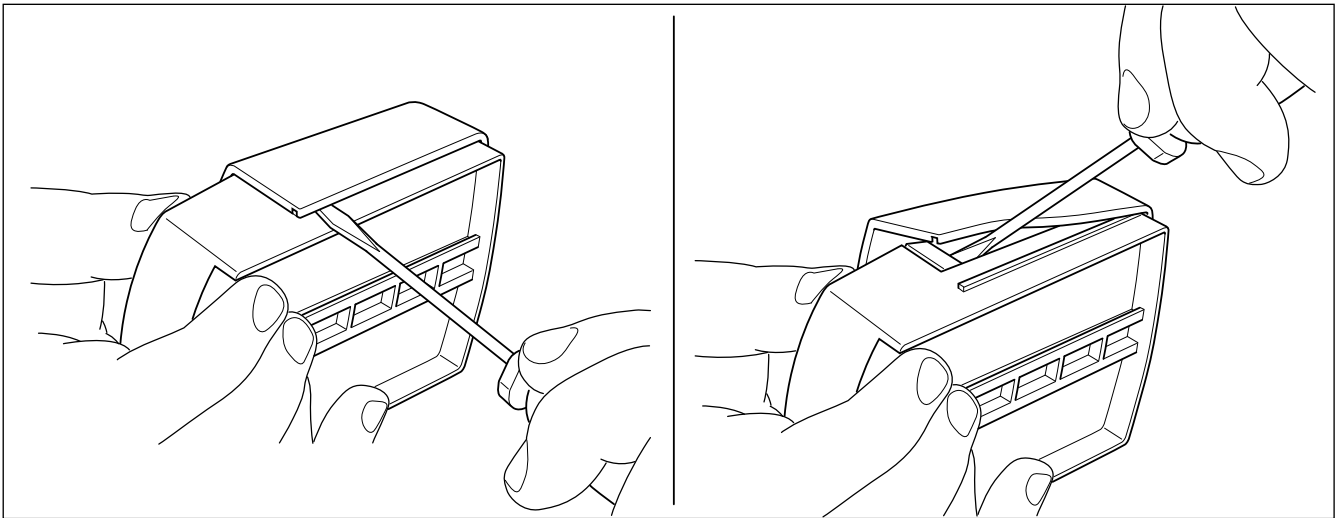
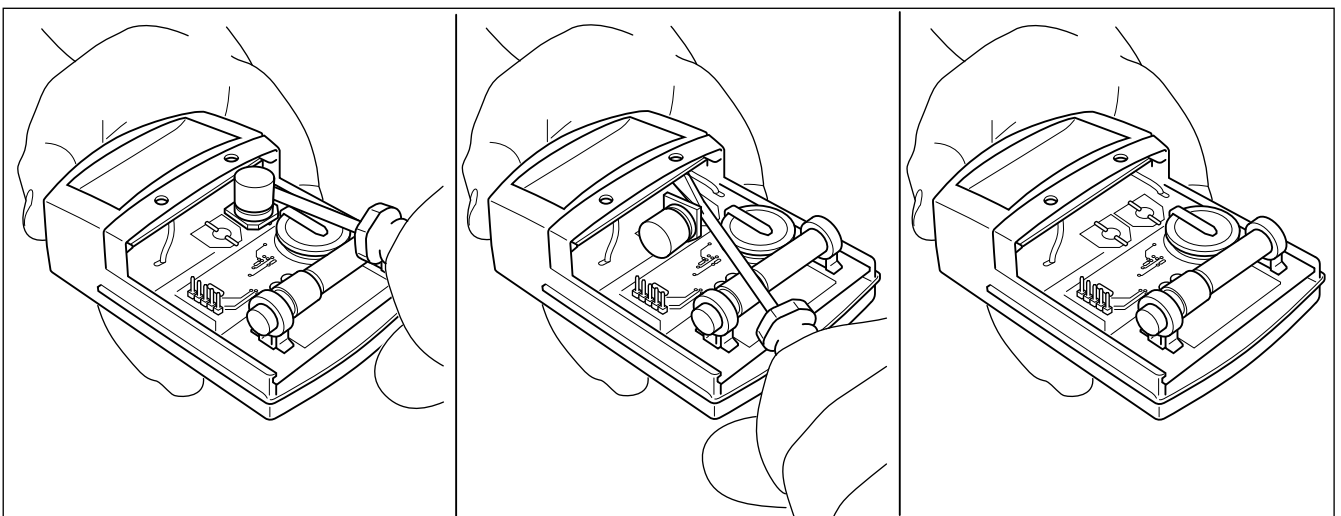

Fig. 11.3 Rimuovere la copertura
Fig. 11.5 Rimuovere il condensatore 2
- Sincerarsi che la sonda radio esterna guasta non invii più dati al radiorecettore distruggendola la (→ **Fig. 11.3**) fino a (→ **Fig. 11.5**) mostrano il procedimento.